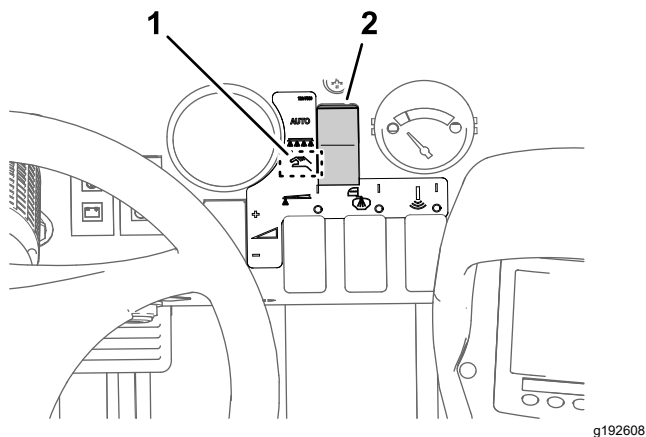

Figure 41
2. Placez le sélecteur de mode du pulvérisateur en position Mode manuel (Figure 41).